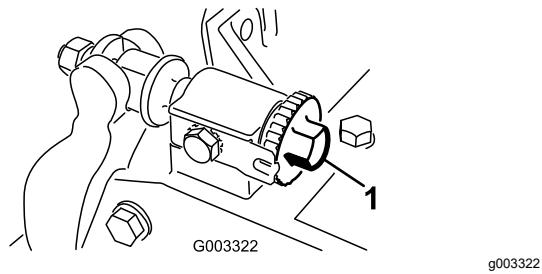

Figura 7
- A. Ruotate le viti di regolazione della barra di appoggio in senso orario (Figura 7), uno scatto alla volta, fino ad avvertire e a udire un leggero contatto.
13. Inserite una lunga striscia di carta di verifica del taglio (n. cat. Toro 125-5610) tra il cilindro e la controlama, perpendicolarmente alla controlama (Figura 7), poi ruotate **lentamente** il cilindro in avanti: dovrebbe tagliare la carta; in caso contrario, ruotate ciascun bullone di regolazione della barra di appoggio in senso orario di uno scatto e ripetete questo passaggio finché la carta non viene tagliata.